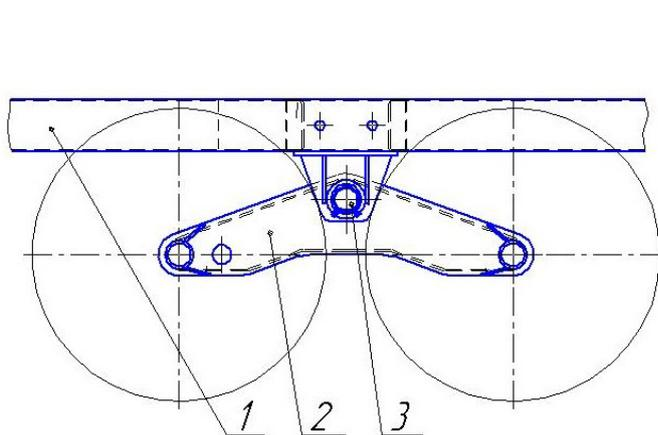
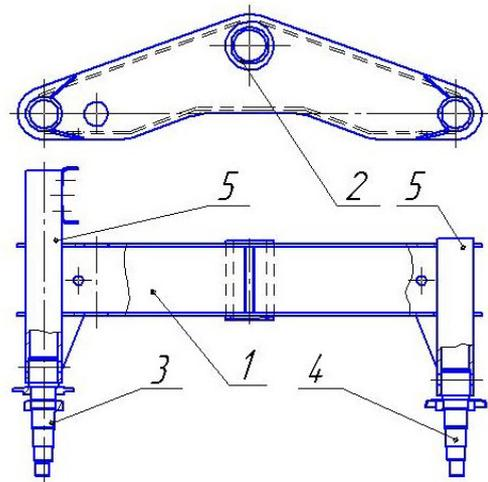

Рис. 3 Подвеска.
Рис. 4 Балансир.
5.3. **Подвеска** (рис.3) выполнена по балансирующей схеме на двух балансирах (Рис. 4), закрепленных на раме с помощью осей 3 к кронштейнам рамы. Балансир (Рис.4) состоит из корпуса 1, в который вварена втулкой с запрессованной рабочей сменной, закаленной втулкой 2. На полуосях балансира 5 имеются цапфы 3 и 4 для монтажа ступиц колёс 6 (Рис 5).